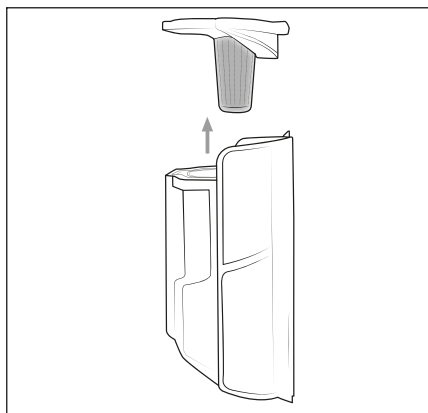

Fig. 16
- 3) Para retirar el filtro de acero inoxidable **6** del depósito de polvo **7**, agarre el filtro de acero inoxidable **6** por el orificio y extráigalo del depósito de polvo **7** (consulte la fig. 16).